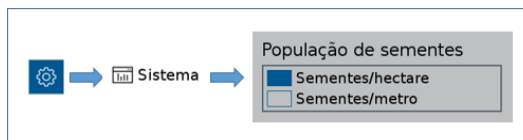

Figura 79 - Acesso para ajuste da unidade de medida da semeadora
B) Botão para definição da taxa fixa de semente por hectare ou de semente por metro, dependerá de como estiver ajustado nas configurações de sistema, Figura 79.